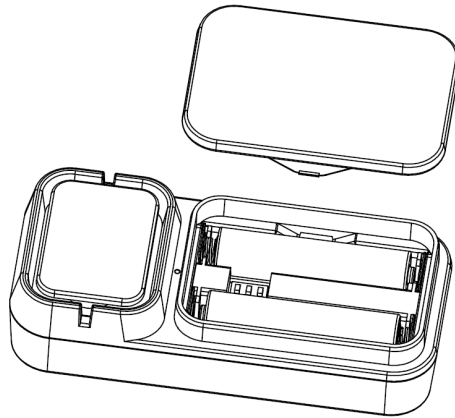

Abbildung 2
- Entfernen Sie die Batterieabdeckung auf der Rückseite des/der Sender, indem Sie den Deckel abnehmen (siehe Abbildung 2)